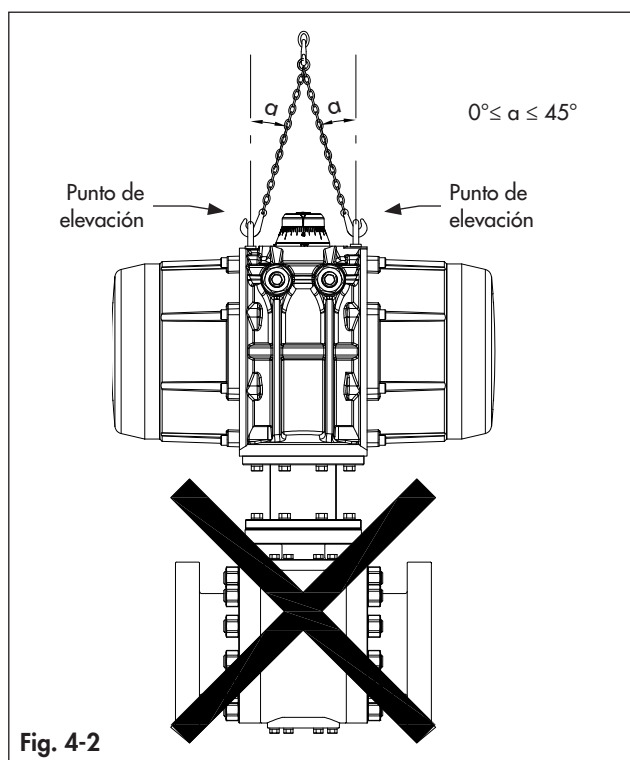

Fig. 4-2
- Previo pedido es posible disponer de dos orificios roscados para izar el actuador mediante pernos de argolla o componentes similares, como aparece en la fig. 4-2. No ize el conjunto del actuador y la válvula desde esos puntos de elevación.